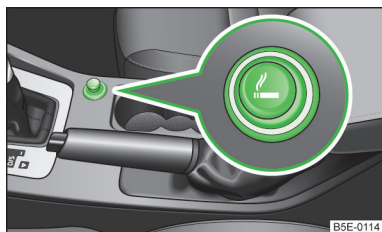

Fig. 63
- Enfoncez le bouton d'allumage de l'allume-cigare » fig. 63.